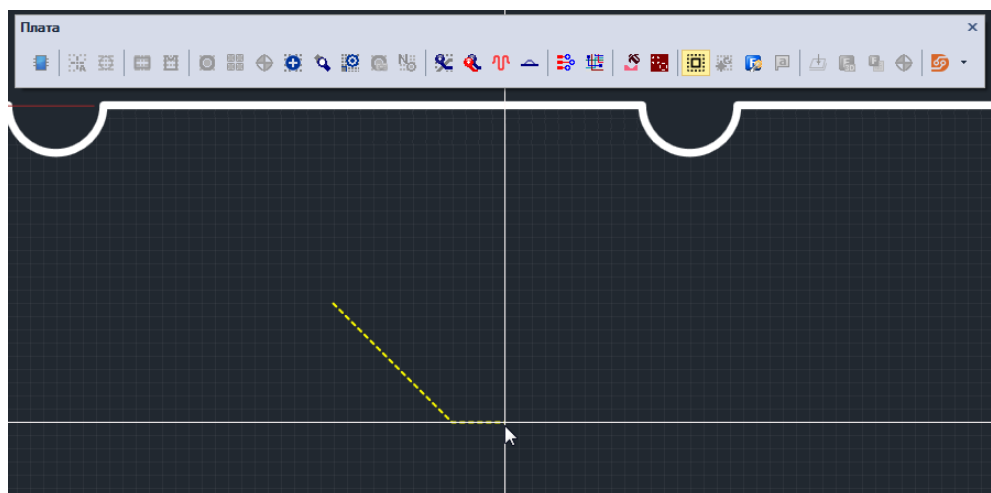

Рис. 120 Построение границ региона
2. Переместить курсор в рабочую область и отметить первую точку, см. Рис. 120.